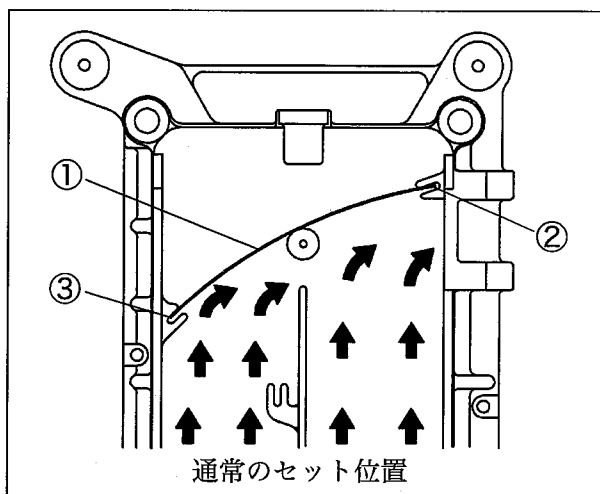

図2
通常の場合、風調整板①を油受ケのガイド部②と③に差し込んでください。(図2参照)